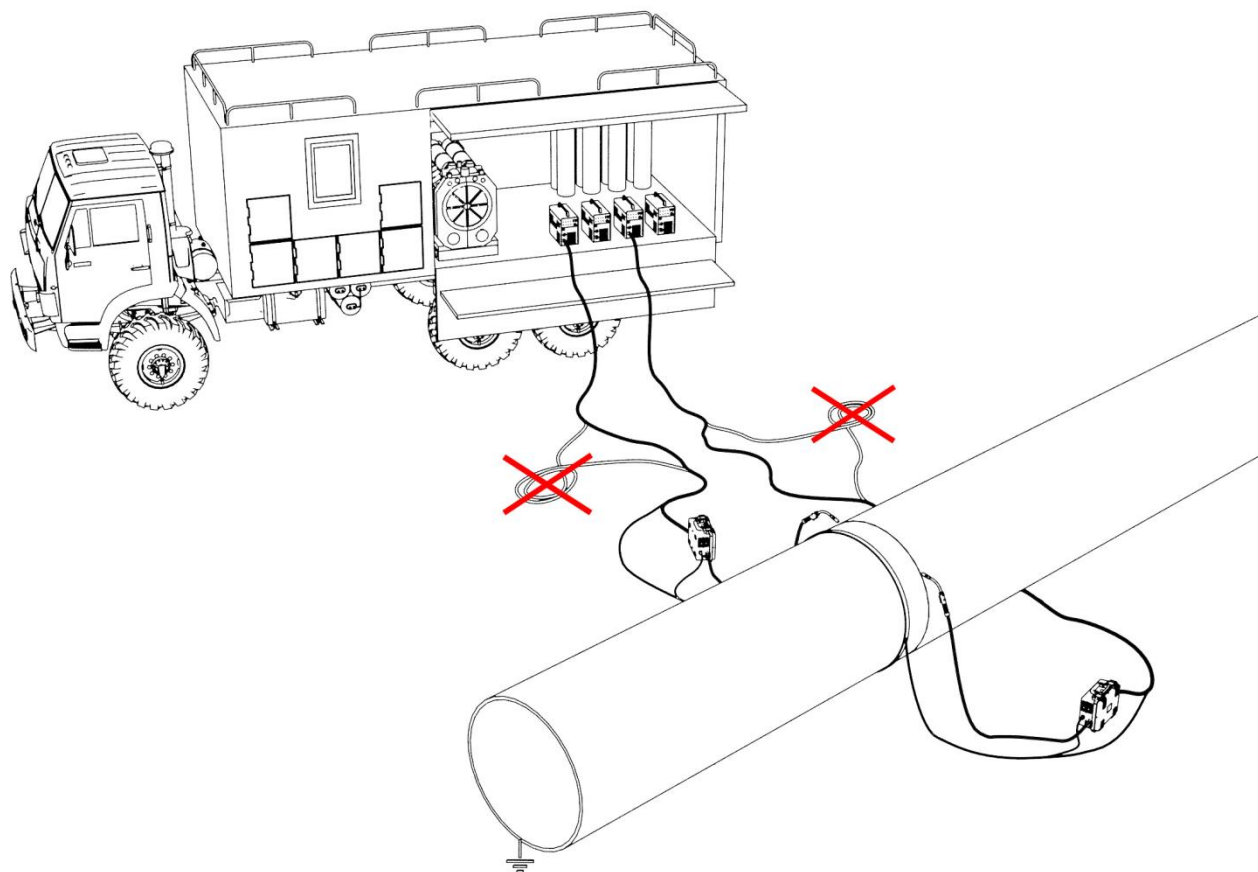

Рисунок 8 – Ограничения при сварке УКП
2.2.8.5 Сварку проводить при расправленных по всей длине сварочных кабелях. Не укладывать кабели в бухты (рисунок 8).